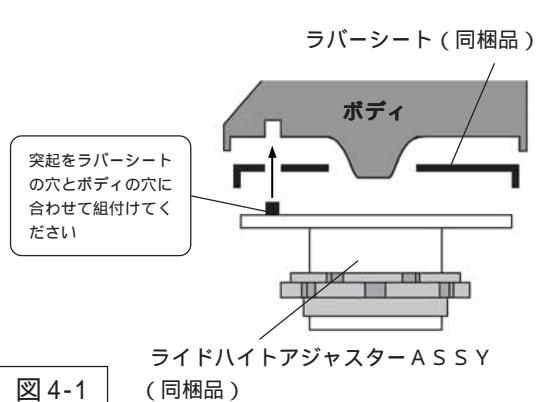

図4-1
1. 図4-1を参考に、
を車両に取付けてください。（図4-1）